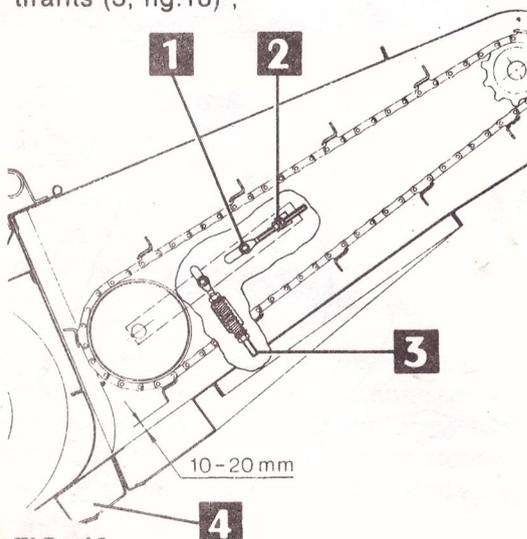

FIG. 18
- la hauteur du tambour mobile doit être telle que la barrette se trouvant sous le tambour est distante de 10 ± 12 mm du fond du convoyeur. Pour le tournesol, le sorgho, les petits grains et le colza, il est préférable d'avoir une distance de 25 mm. Pour ces réglages, agir sur les tirants (3, fig.18) ;
- la tension de la chaîne est telle que la flèche au centre est d'environ 40 mm ; faire attention que les barrettes ne touchent pas le fond du convoyeur. Agir éventuellement sur les tendeurs (1, fig.18) après avoir desserré les écrous (2, fig.18) ;
- l'auget à pierres (4) est maintenu ouvert sauf lorsque l'on récolte du tournesol, du sorgho, de la luzerne et petites graines.